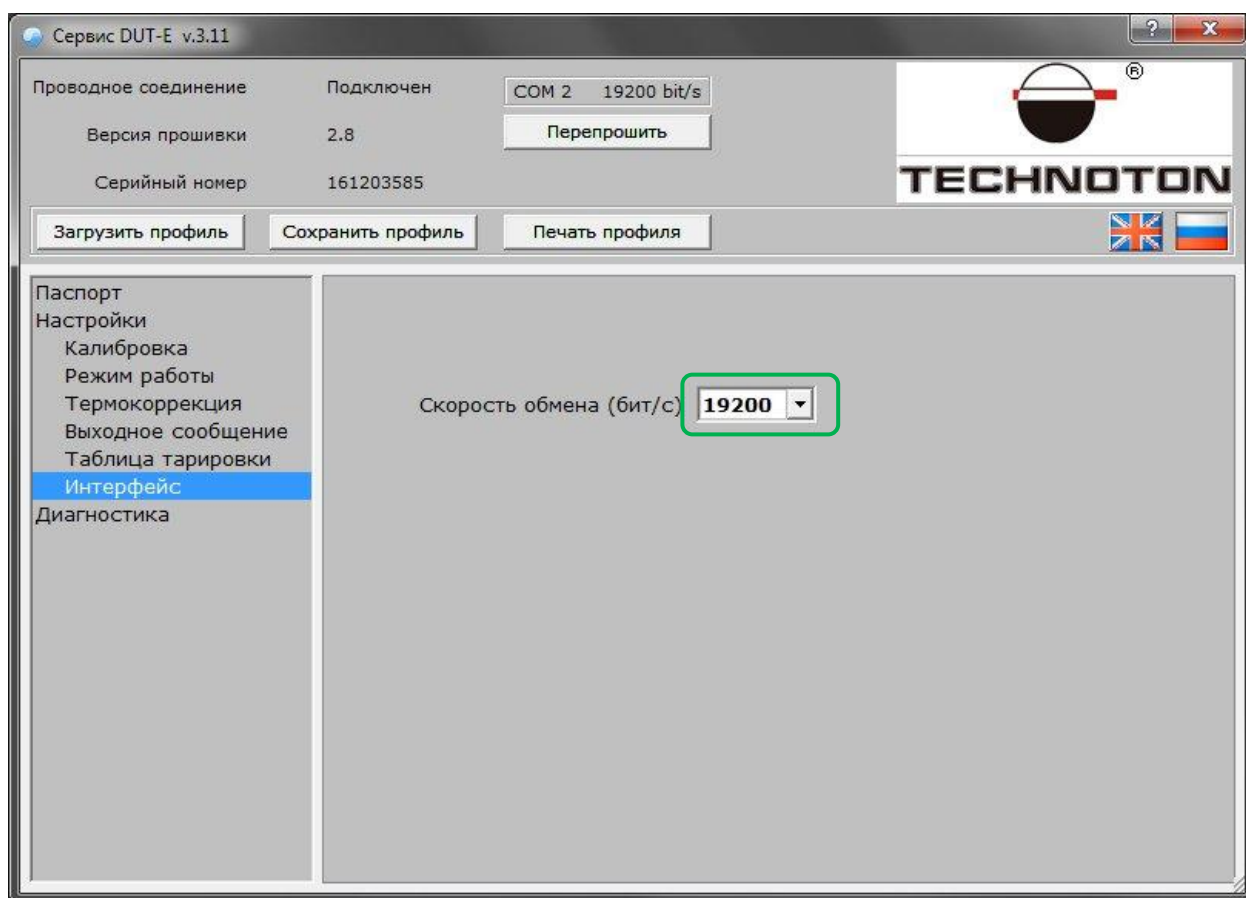

Рисунок 5
3.1.3. Выбрать скорость обмена 19200 бит/с (Рис. 5):